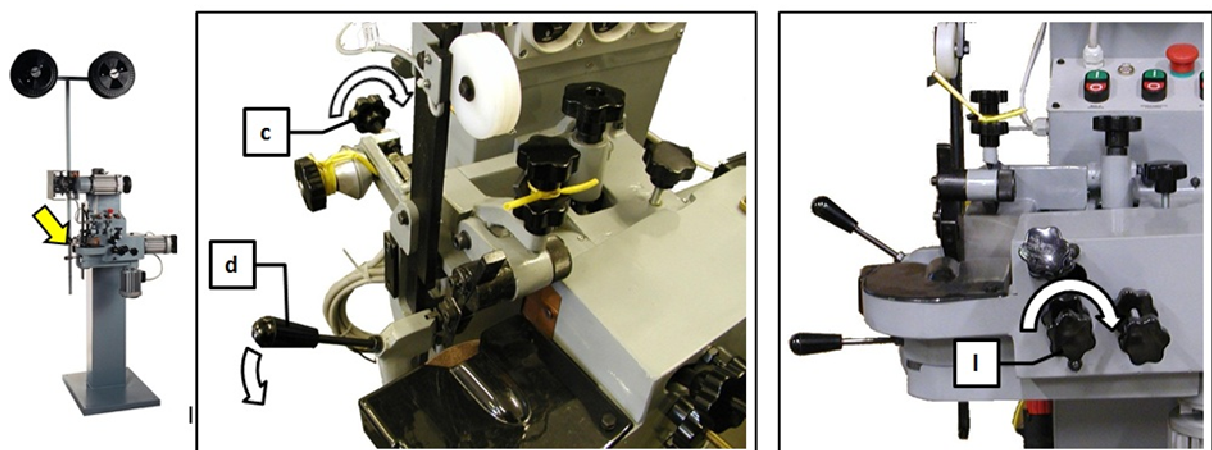

Рисунок 46
- Откройте направляющую полотна, поворачивая ручку **c**, и разомкните зажим рычагом **d** (см. Рисунок 46). Поверните по часовой стрелке (только на несколько оборотов) ручку **l** (см. Рисунок 46), чтобы отвести узел заточного круга от ленточной пилы.